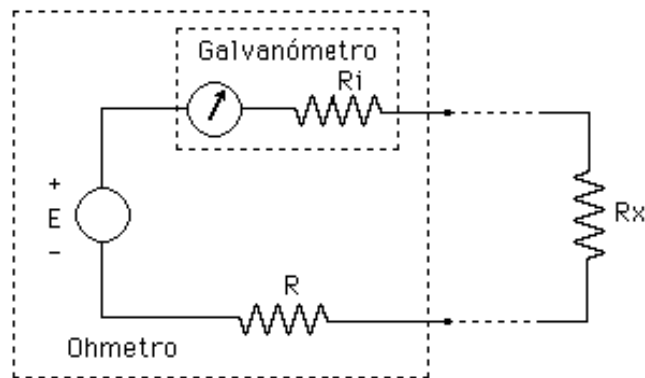

Figura 2.3.- Ohmetro de una escala
- 13.- Realice los cálculos para determinar el valor de la resistencia y de la batería E necesarias para construir un óhmetro de una escala con el Galvanómetro de D'Arsonval cuyas características le indicará su profesor en el Pre-Laboratorio, utilizando la configuración de la Figura 2.3. Debe seleccionar valores comerciales, e indicar la capacidad de disipación de las resistencias. En el laboratorio se va a trabajar con la Fuente DC para aplicar al circuito el valor de voltaje calculado para la batería.